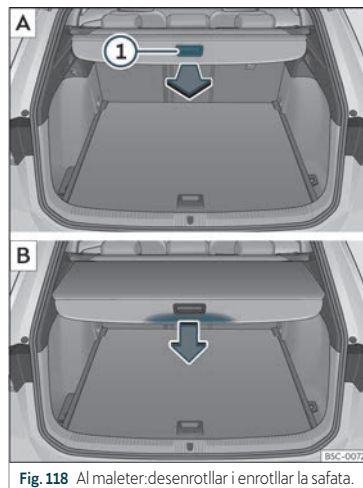

Fig. 118 Al maleter: desenrotllar i enrotllar la safata.
- Estireu uniformement de la safata pel agafador»» fig. 118 ① [A] cap enrere i traieu-la fins al límit fins que encaixi de forma audible.
- Premeu sobre l'agafador de la safata en el sentit de la fletxa fins que quedi desbloquejada»» fig. 118 [B].